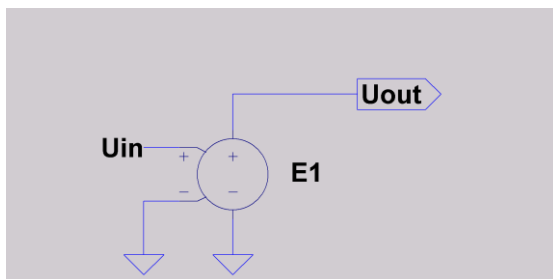
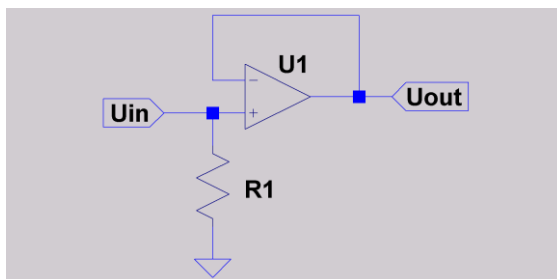

Fig. 2
Fig. 3
- I. **Amplificadores de Tensão** (Voltage Amplifiers), seu ganho $A_v = \left(\frac{U_o}{U_{in}}\right)$ é a relação de duas tensões, portanto é adimensional (sem unidade) e idealmente, uma constante, independente da frequência. Também idealmente, tem impedância de entrada infinita e impedância de saída nula. O elemento de circuito correspondente seria uma fonte de tensão controlada por tensão (**VCVS, fig. 2**). Um amplificador de tensão real tem impedância de entrada alta e impedância de saída baixa. Como os elementos ativos controlam correntes em função da tensão ou corrente em dois de seus terminais, para criar um amplificador de tensão próximo do ideal são necessários dois ou mais estágios de amplificação, com um deles voltado para baixar a impedância de saída. Os **amplificadores operacionais** (opamps) são um exemplo (**fig. 3**).